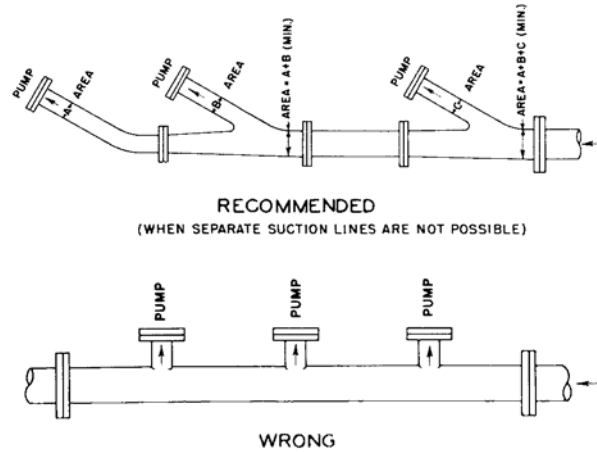

Рис. 8:
- d) Если к одному источнику подсоединены несколько насосов, по возможности установите отдельные всасывающие линии. Если невозможно организовать отдельные трубы, рекомендуется расположить трубопроводы как показано на рисунке Рис. 8: on page 17.